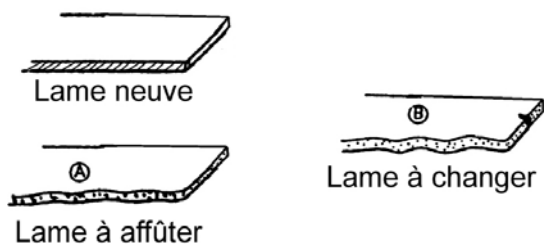

Figure 12
- Déposez la lame avec des gants et vérifiez son état, elle ne doit pas être trop usée, fendue ou tordue (figure 12).